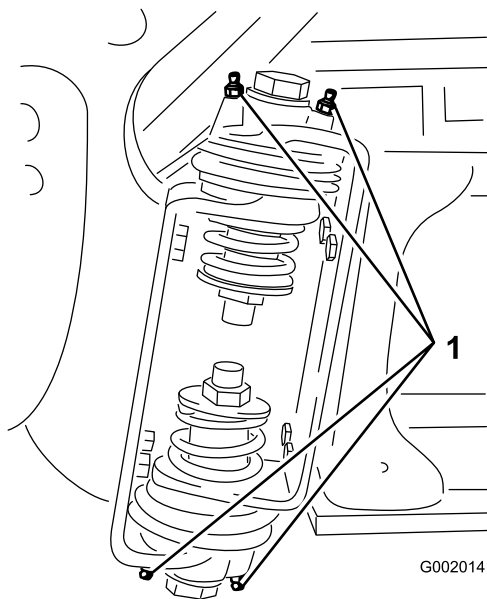

Bild 73
2. Pressen Sie Fett in die Lager oder Büchsen jedes Anschlussstückes (**Bild 73**).